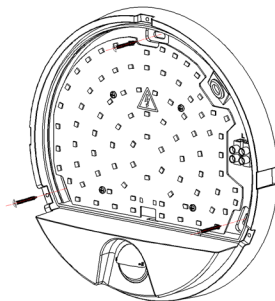

Imagen 3 / Picture 3 /
- Fijar la base en la posición deseada mediante tornillos y colocar la tapa. (Imagen 3/Pág. 4)